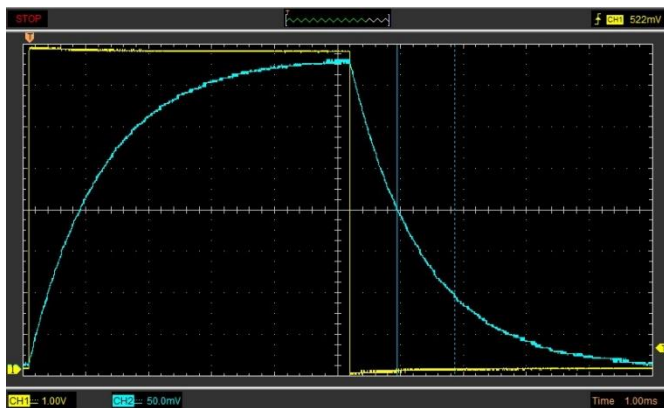

Fig. 4: A corrente da bobina registrada no osciloscópio (curva azul) ao ligar e desligar.
A Fig. 4 mostra um exemplo do oscilograma ao ligar e desligar a voltagem DC. A curva amarela (CH1) mostra o percurso temporal da tensão que cai pela resistência ôhmica inteira (vide equação (4)), a curva azul (CH2) mostra o percurso temporal da corrente da bobina.